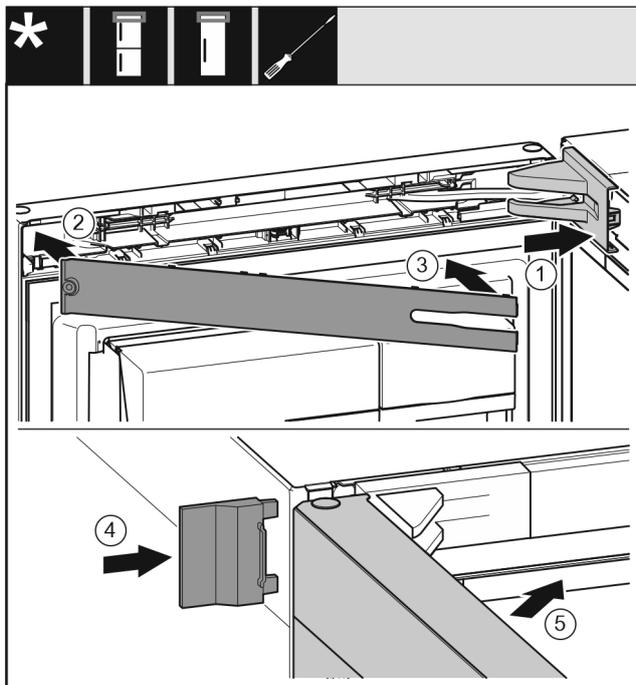

Fig. 53
- ▶ Установите и зафиксируйте крышку опорного кронштейна Fig. 53 (1), при необходимости осторожно разожмите ее.
- ▶ Установите накладку Fig. 53 (2).
- ▶ Накладка Fig. 53 (3)
- ▶ Надвиньте внешнюю крышку Fig. 53 (4).
- ▶ Закройте верхнюю дверь Fig. 53 (5).